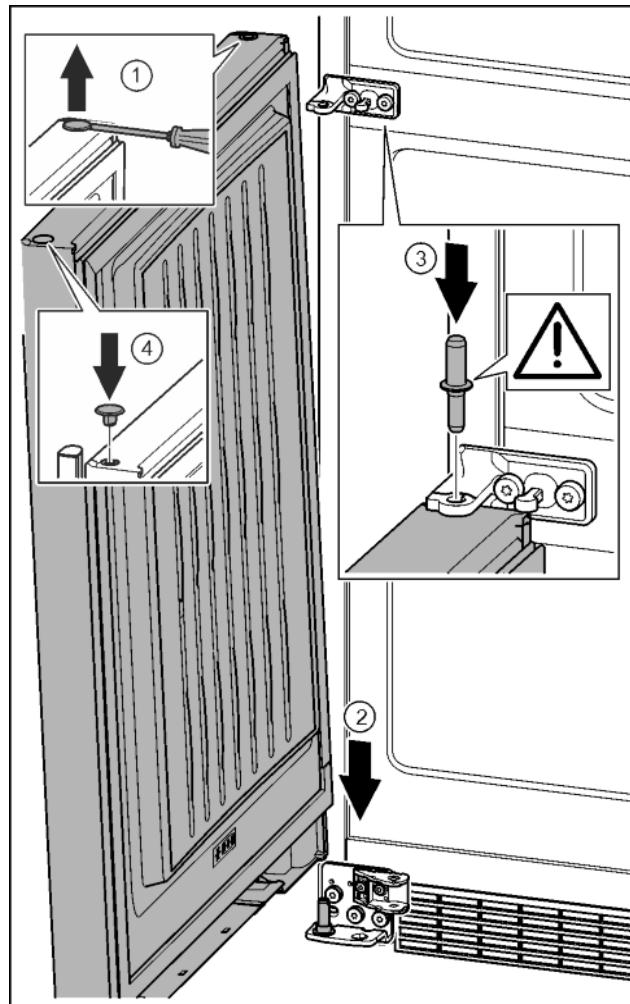

Fig. 33
- ▶ Осторожно приподнять шлицевой отверткой заглушку и извлечь ее. *Fig. 33 (1)*
- ▶ Установить дверь сверху на нижний опорный палец. *Fig. 33 (2)*
- ▶ Вставить средний опорный палец через средний опорный кронштейн в нижнюю дверь. При этом следить за тем, чтобы выступ фиксатора был направлен назад. *Fig. 33 (3)*
- ▶ Заглушку снова вставить с другой стороны. *Fig. 33 (4)*